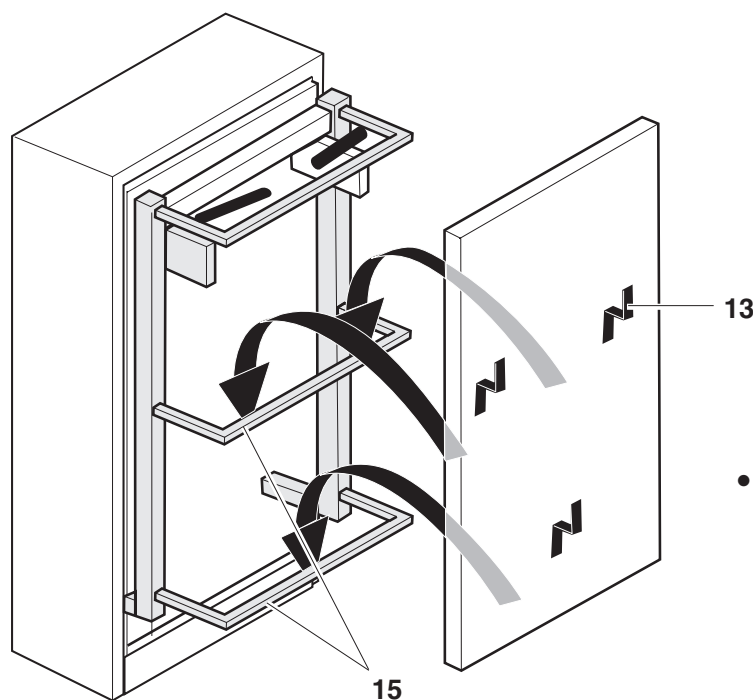

Fig. 9
- Coloque el panel frontal colgándolo por los ángulos **13** en los travesaños **15** del armazón de la cama, véase **Fig. 9**.